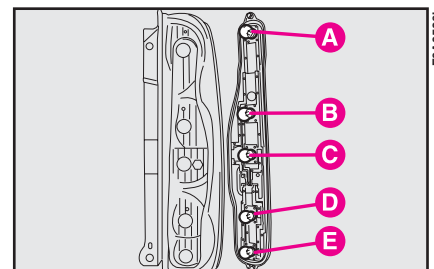

fig. 30
7) Estrarre le lampade **fig. 30** spingendole leggermente e girandole in senso antiorario (montaggio a baionetta).